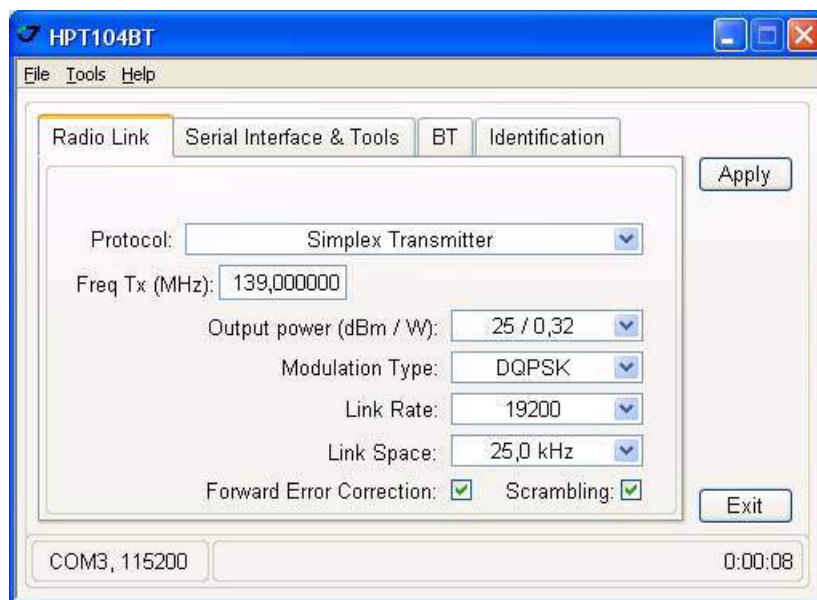

Рисунок 2-6. Radio Link
5. В закладке *Radio Link*, установите следующие параметры (Table 1) и нажмите *Apply* (Рис. 2-6 на стр. 19).